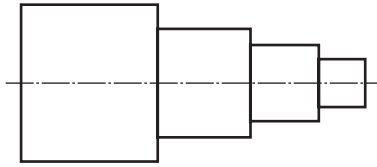

Рис. 2.3. Деталь «ступенчатый вал»
29. Какие базы называются измерительными? На рис. 2.3 начертите размерные линии от выбранной измерительной базы.